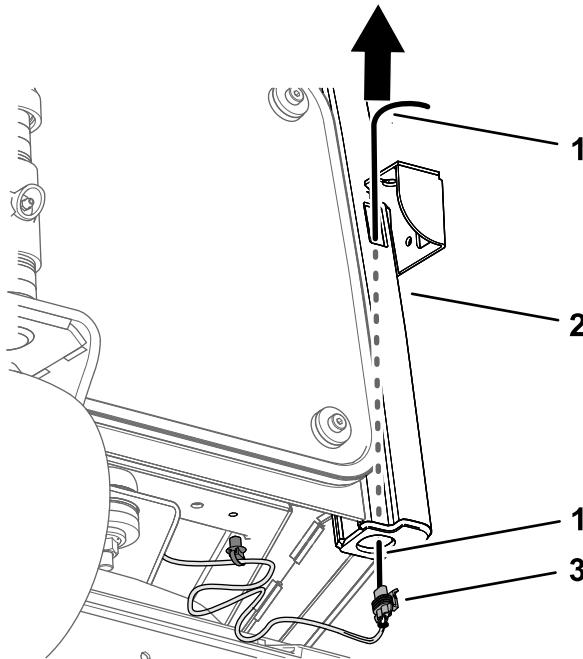

Figure 21
2. Insérez un fil dans l'ouverture avant du montant avant et faites le ressortir par le bas (Figure 21).
3. Branchez le fil au connecteur à 2 douilles de la branche de phare sur le faisceau de la plate-forme (Figure 21).
4. Tirez la branche du phare à travers le montant (Figure 21).